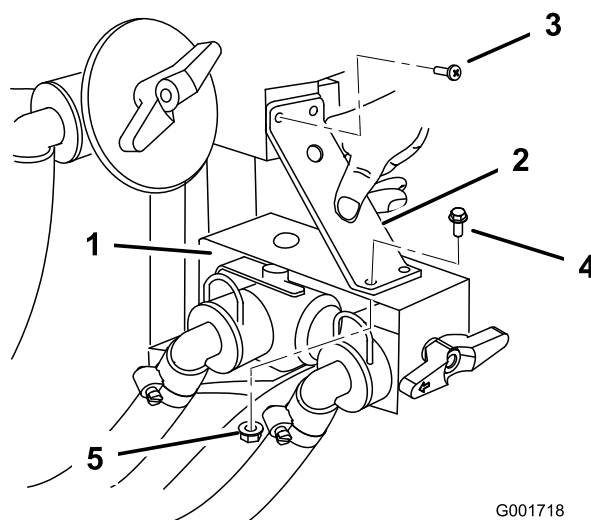

Figure 12
9. Posez le support par dessus le support du distributeur de commande. Utilisez les des deux vis existantes qui fixent le raccord en T supérieur pour fixer la partie supérieure du support (Figure 12). Fixez la partie inférieure du support avec deux boulons à embase (1/4 x 3/4") et deux écrous à embase (1/4 pouce).